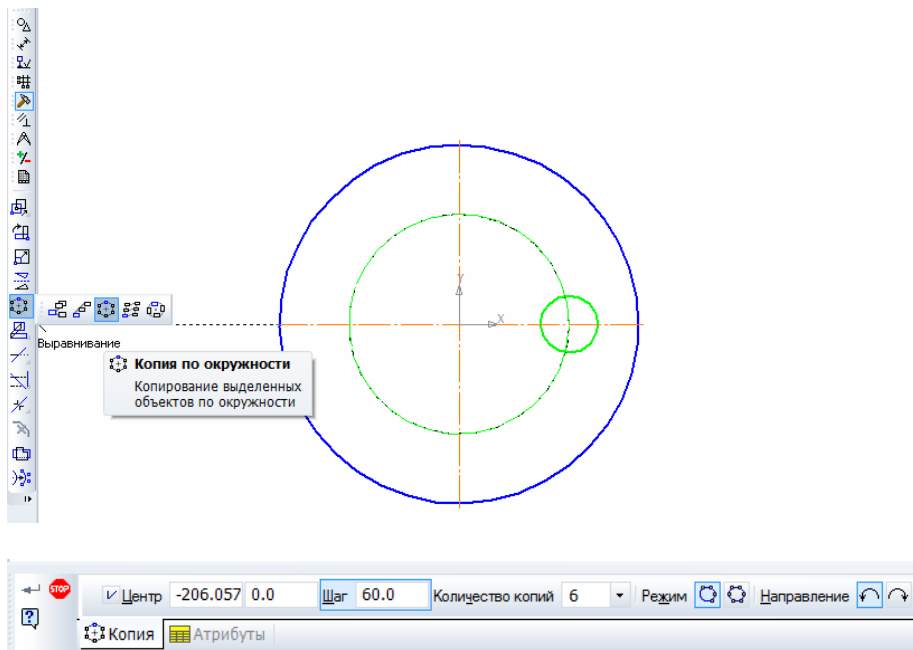

Рис. 1.14. Команда *Копия по окружности*
4. Включите панель **Редактирование** . Воспользуйтесь панелью расширенных команд кнопки **Копирование** и активизируйте команду **Копия по окружности**, рис. 1.14